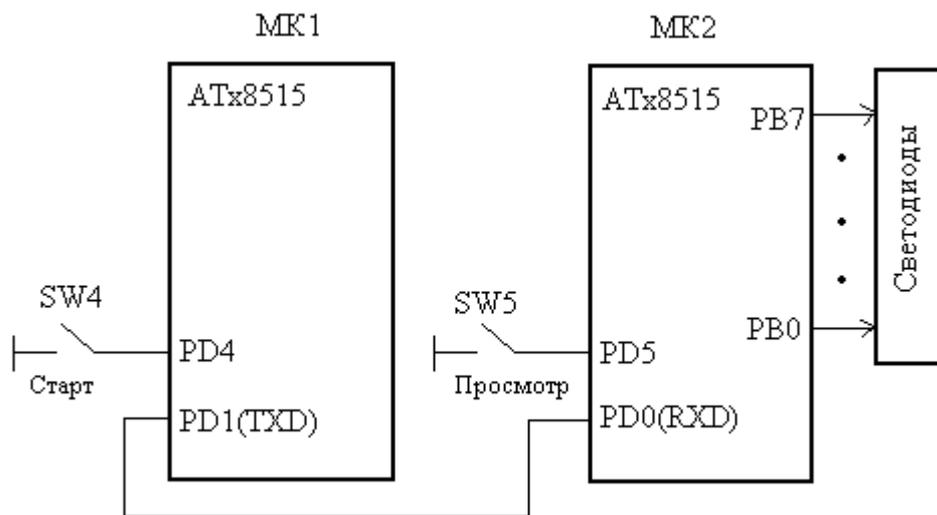

Рис. 3. Схема устройства для передачи сообщения по интерфейсу UART
2) соединив выводы UART двух микроконтроллеров, размещенных на платах STK500, напрямую, либо через разъем интерфейса RS-232, и подключив к выходам принимающего микроконтроллера светодиодную индикацию STK500. Схема включения микроконтроллеров МК1 и МК2 для этого случая приведена на рис. 3.